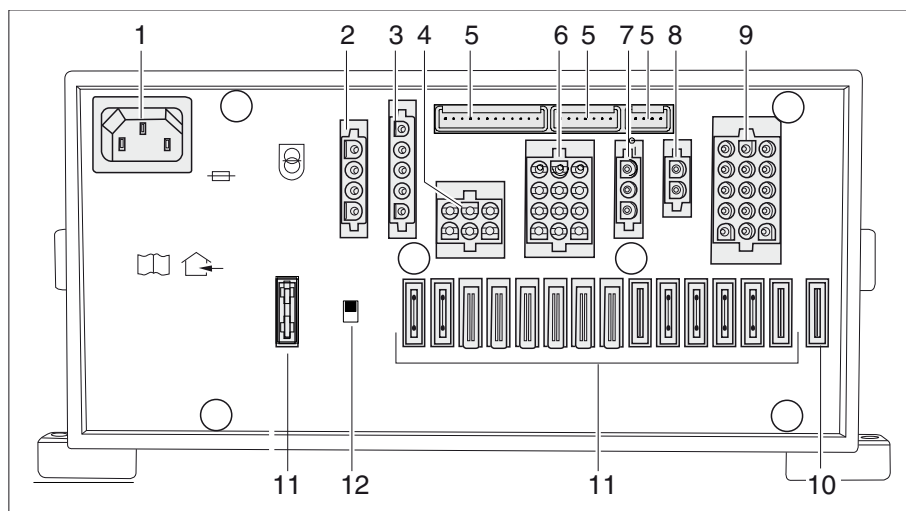

Bild 254 El-block (EBL 111)
- ▷ Batteribrytaren (Bild 254, 12) skiljer alla förbrukare som är anslutna på el-blocket från 12 V-nätet.